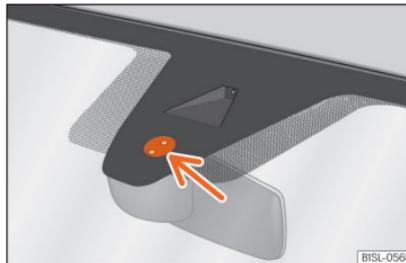

Abb. 86 Sensitive Fläche des Regensensors.
Mögliche Ursachen für Störungen und Fehlinterpretationen im Bereich der sensitive Fläche » » **Abb. 86** des Regensensors sind u. a.:
- Sensitive Fläche des Regensensors regelmäßig reinigen und Wischerblätter auf Beschädigungen prüfen »» Abb. 86 [Pfeil].